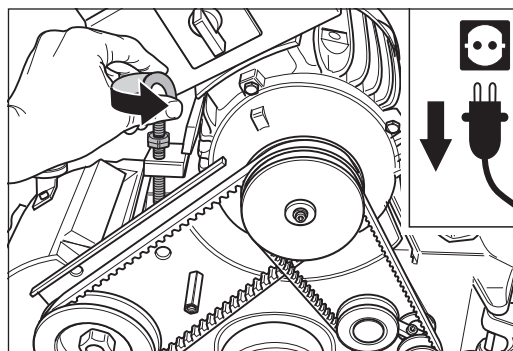

Abb. 52 Die Ringschraube am Motor gegen den Uhrzeigersinn drehen.
- 6 Drehen Sie die Ringschraube am Motor gegen den Uhrzeigersinn (Abb. 52). Dadurch werden die Keilriemen entspannt.